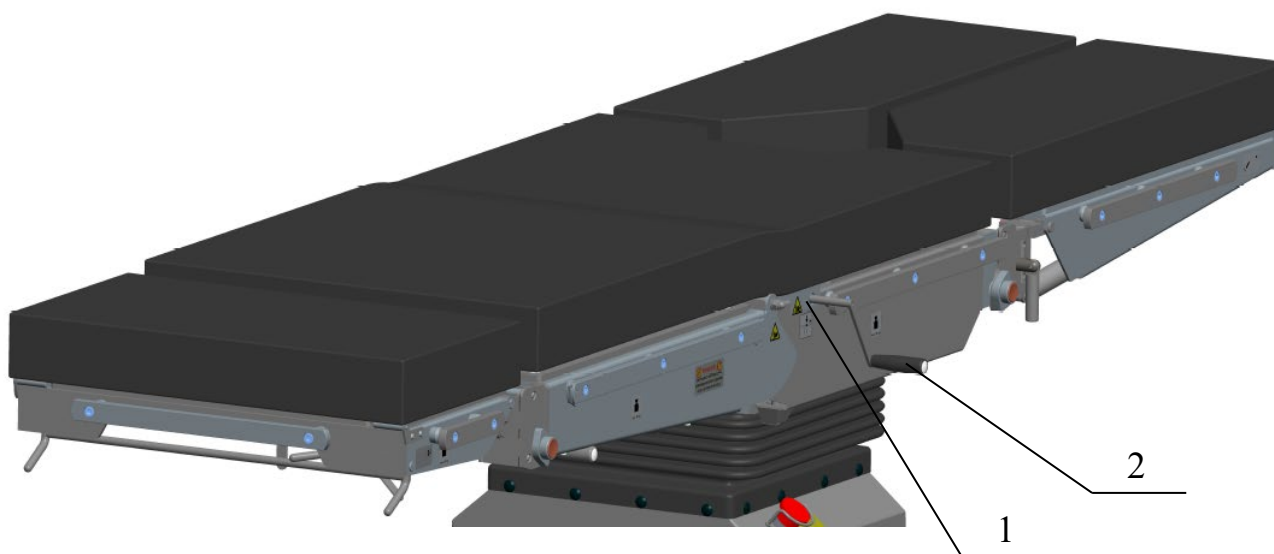

Рисунок 12. Схема управления почечным валиком.
- Вставьте ручку 2 в привод подъема почечного валика 1 (Рисунок 12).